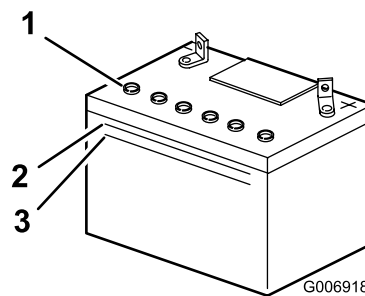

Figura 32
2. Mire hacia el lateral de la batería. El electrolito debe llegar a la línea superior (Figura 32).
Nota: no permita que el electrolito esté por debajo de la línea inferior (Figura 32).
2. Retire los taponos de llenado (Figura 32).
3. Vierta lentamente agua destilada en cada célula de la batería hasta que el nivel llegue a la parte inferior del tubo (Figura 32).